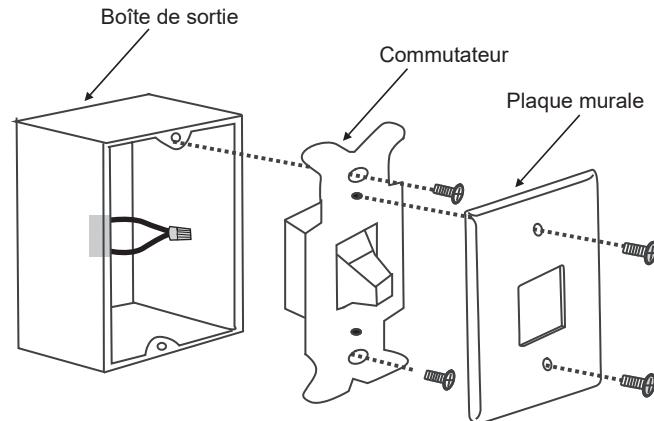

Fig. 23
**Étape 1.** Retirez la plaque murale existante et l'ancien interrupteur de la prise murale. Filez les fils NOIR (chauds) ensemble et repoussez-les à l'intérieur du boîtier de sortie. (Fig. 23)